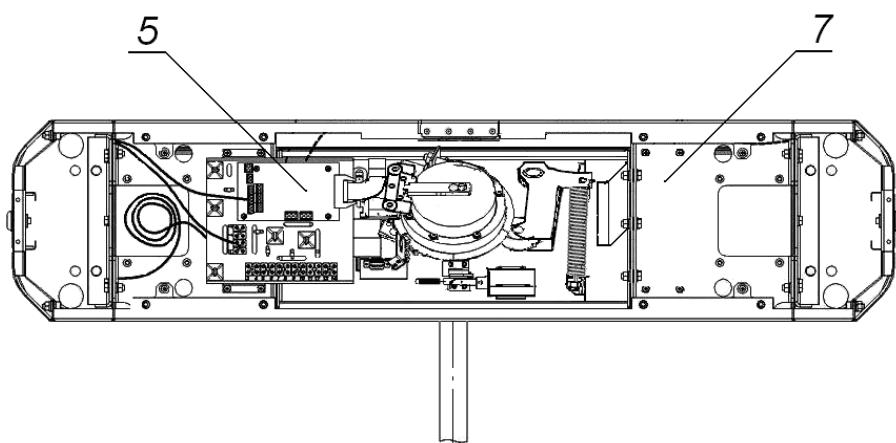
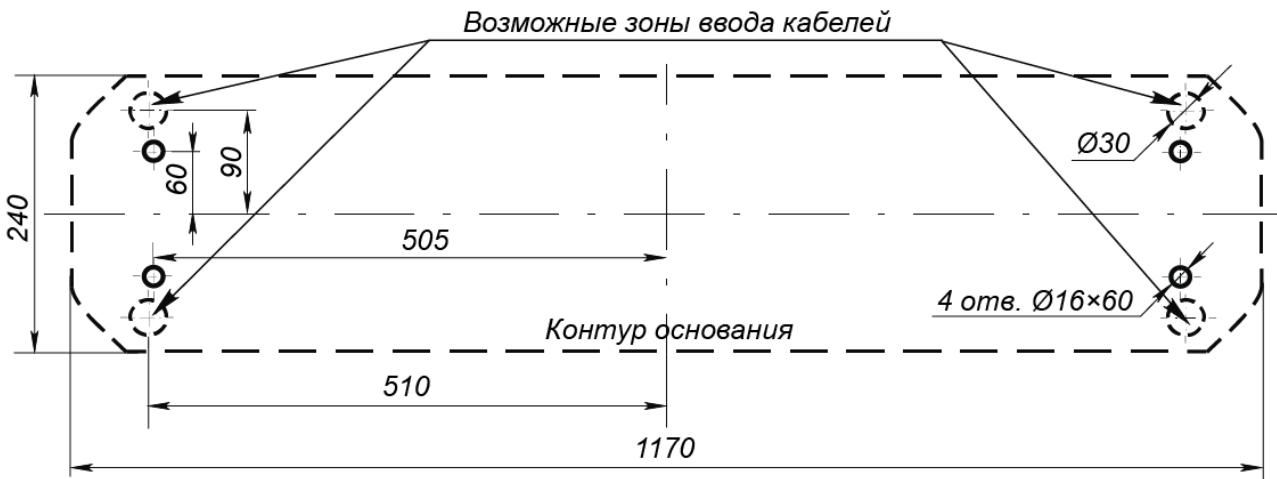

Рисунок 10. Схема прокладки кабелей в стойке турникета
Рисунок 13. Схема разметки для установки стойки турникета
3. Подготовьте в полу отверстия под гильзы анкеров для крепления стойки турникета (см. рис. 13). При необходимости прокладки кабелей под поверхностью пола подготовьте в полу кабельный канал, подходящий к зоне ввода этих кабелей в стойку турникета. Установку и крепление стойки производите после прокладки всех кабелей в кабельном канале и внутри стойки. Прокладка кабелей внутри стойки показана на рис. 10.
6. Снимите крышку турникета (3), отвернув ключом винт установочный (18) (см. разд. 6).
Конструкцией турникета предусмотрена возможность установки платы контроллера СКУД внутрь корпуса турникета. Установка платы осуществляется на кронштейн (7, рис. 10). Максимальный допустимый размер устанавливаемой платы контроллера 160×150×35 мм.